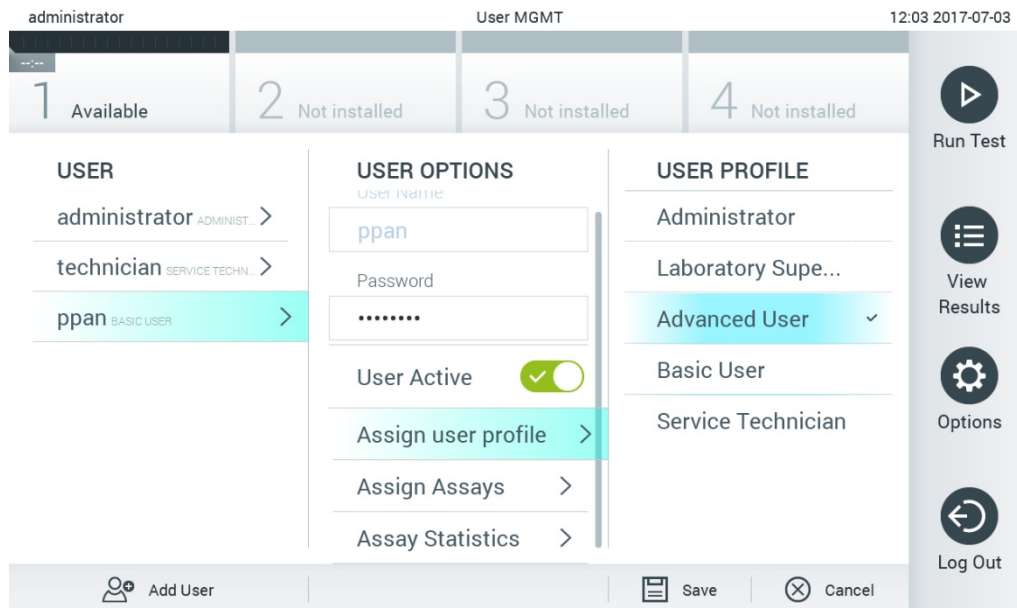

Рис. 54. Назначение пользователям профилей.
- **Assign User Profile** (Назначить профиль пользователя): Позволяет назначить пользователю новый профиль (напр., «Administrator» (Администратор), «Laboratory Supervisor» (Руководитель лаборатории), «Advanced User» (Продвинутый пользователь), «Basic User» (Пользователь базового уровня)). Выберите нужный профиль пользователя в списке в правой части области содержимого (рис. 54).